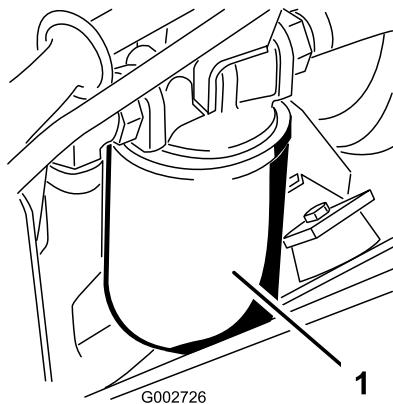

Bild 42
3. Stellen Sie eine Auffangwanne unter den Hydraulikfilter, der sich links an der Maschine befindet (Bild 42).